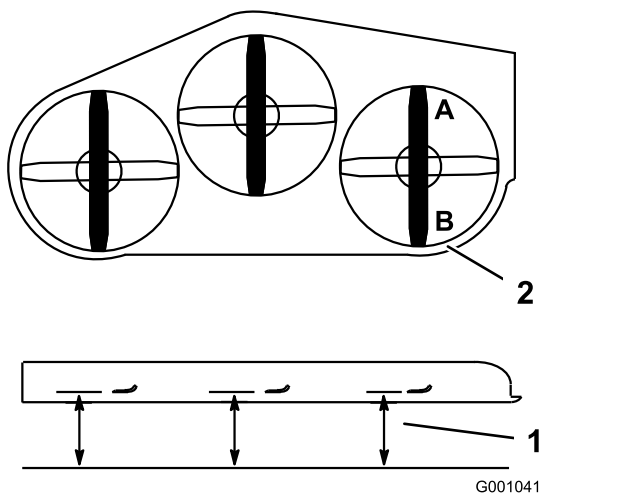

Figura 91
2. Coloque una cuchilla en posición longitudinal. Mida en las posiciones **A** y **B** desde una superficie nivelada hasta el filo de corte de los extremos de la cuchilla (Figura 91).